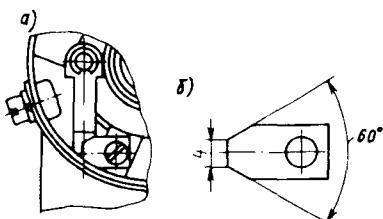

Рис. 27. Изключване на система на вакуумкоректора чрез притискане с планка
3) притиснете с планка лоста на Вакуумкоректора, както е показано на рис. 27 а; ако края на планката не се събира между корпуса и извивката на теглича, трябва да се стесни края на планката (рис. 27 б);